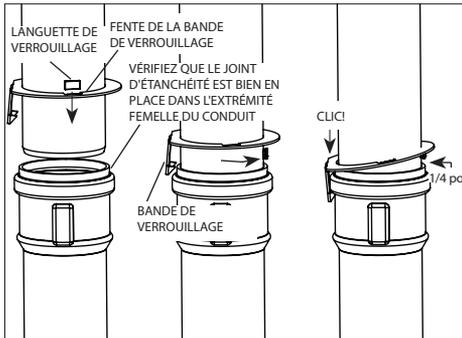

Figure 3a
Vérifiez que le joint est placé uniformément à l'intérieur de la rainure de l'extrémité femelle du conduit. Pour un conduit en PP / métal disposant d'une languette de verrouillage, glisser le collet de verrouillage sur la section du conduit mâle **Fig. 3a**. Insérez la languette de verrouillage dans la fente du collet de verrouillage, tournez le bouton pour l'éloigner du fermoir du collet de verrouillage, insérez les tronçons de conduit, poussez la languette de verrouillage sur la douille et désengagez la languette 1/4 po-5/8 po de celle-ci vers le bas.
**Fig.3a et b.** Les vis ne peuvent pas être utilisées pour les jonctions. Ne percez jamais la paroi du conduit du système d'évacuation à paroi simple PolyPro. (Exception : une vis en acier inoxydable peut être utilisée à l'extérieur du bâtiment sur les raccords de sortie extérieurs pour orienter un coude, etc.)
L'installation de l'adaptateur PolyPro (femelle) sur un système d'évacuation métallique (mâle) se fait de la même façon que celle illustrée dans les **Fig. 3a et b.**